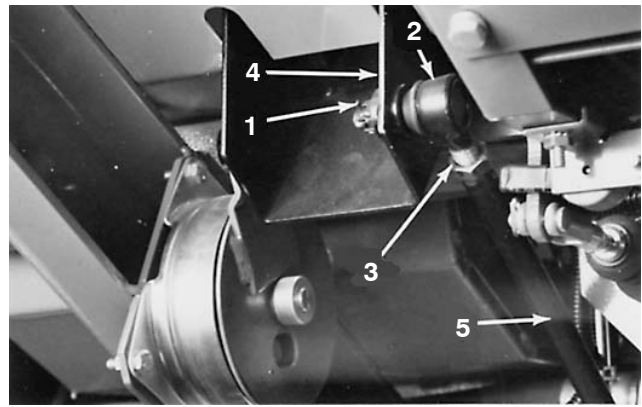

Bild 75
2. Nehmen Sie den Splint und die geschlitzte Mutter vom Kugelgelenk am Fahrpedal ab (Bild 75). Trennen Sie das Kugelgelenk vom Fahrpedal ab.